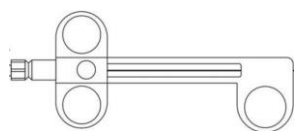

図 1: カテテル本体及び構成部品
* 本品はカテテル本体とその構成部品 (図 1 a) b)) で構成されています。本品にはマーカ及び GW ルーメンチューブがないものもあります。小型バスケット仕様はトルクハンドルではなく c) の専用トルクハンドルにて構成されています。